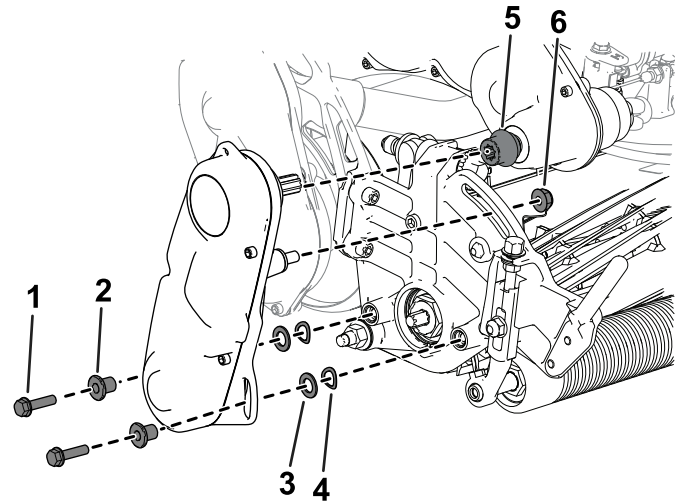

Bild 5
- Montieren Sie die Kupplung an der Antriebswelle des Getriebes (Bild 5).
- Verwenden Sie die zuvor entfernten Befestigungsmittel, um den Spindeltrieb in das Mähwerks einzubauen (Bild 5).
- Stellen Sie sicher, dass sich die Kupplung (Bild 5) auf der Antriebswelle des Getriebes leicht hin und her bewegen lässt.